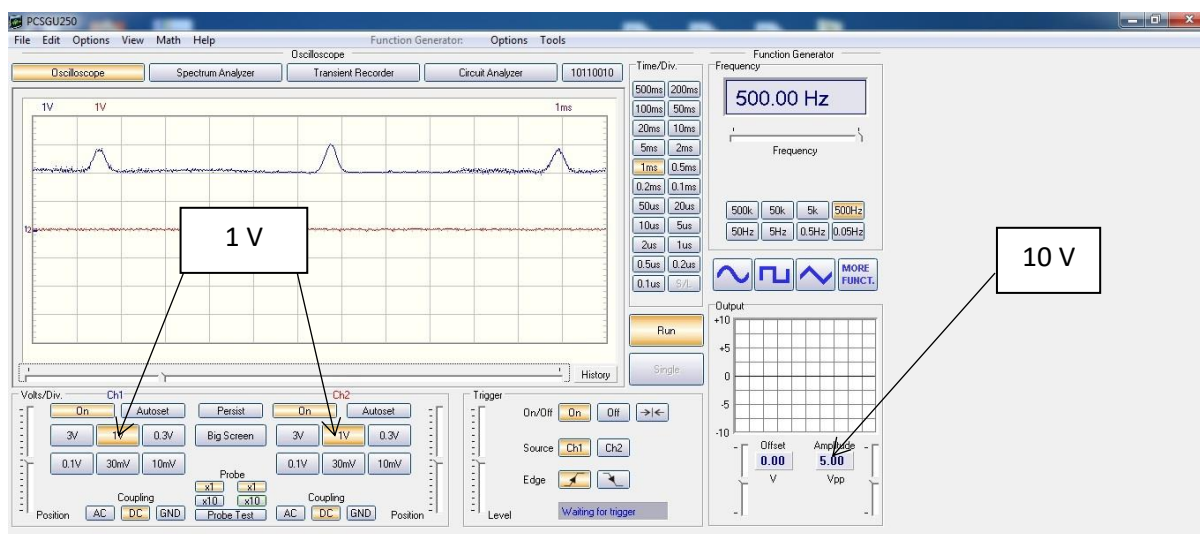
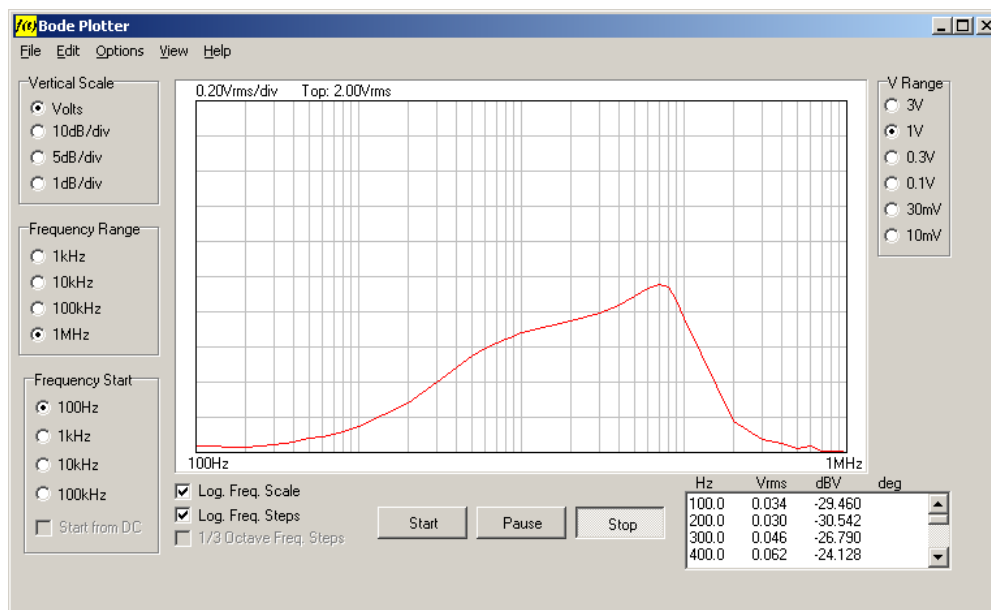

Рис. 9. Общий вид меню программы для работы с осциллографической приставкой USB.
Рис. 12. Основные параметры для работы с анализатором характеристик осциллографической приставки USB.
2. Запустите программу управления осциллографической приставкой USB (PcLab2000LT). На экране осциллографа появится меню для работы с приставкой (рис. 9). Чувствительность осциллографа выберите в 1 вольт на деление, а размах сигнала с генератора в 10 вольт (опция *Amplitude*).
начальную частоту диапазона измерений  $100 \text{ Гц}$ , а конечную – в  $1 \text{ МГц}$  (см. рис. 12).
таблице в правом нижнем углу. Проведите измерения коэффициента чувствительности датчика  $k$  для следующих значений размаха сигнала  $U_{\text{ген}}$  с генератора: 1, 3, 5, 7 и 9 В. В качестве коэффициента  $k$  используйте значения столбца  $V_{\text{rms}}$  (в вольтах) в окне анализатора характеристик (рис. 12), которые следует нормировать к размаху сигнала  $U_{\text{ген}}$  с генератора (рис. 9). Сохраните полученные данные: для этого выберите пункт *Save Data* в меню *File* (см. рис. 12).